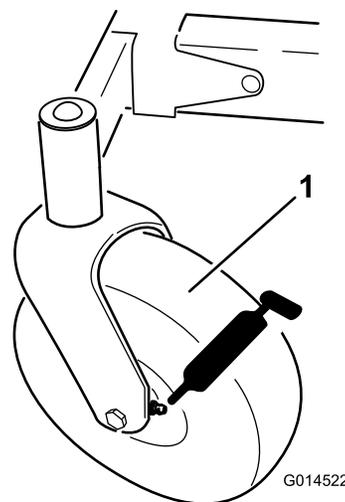
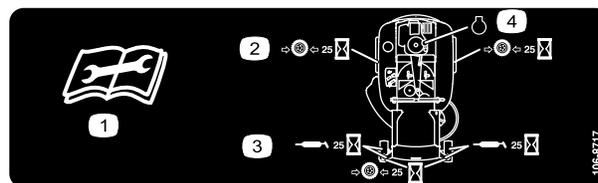

Figura 29
Figura 30
3. Pulite i raccordi d'ingrassaggio (Figura 29 e Figura 30) con un panno.
4. Collegare una pistola di ingrassaggio a ciascun raccordo e pompate del grasso nei raccordi finché non inizia a fuoriuscire dai cuscinetti (Figura 29 e Figura 30).